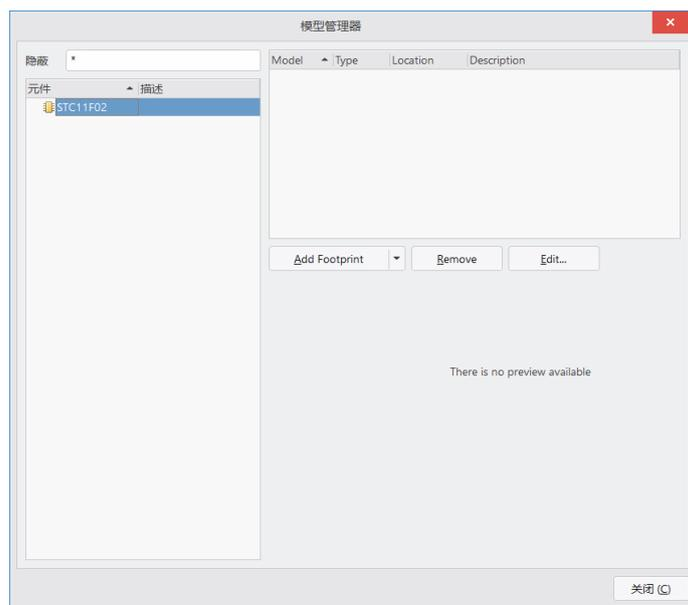

图 5-18 **【模型管理器】**对话框
(1) 执行**【工具】|【符号管理器】**命令，打开**【模型管理器】**对话框，在左侧的列表选中元件 STC11F02，如图 5-18 所示。